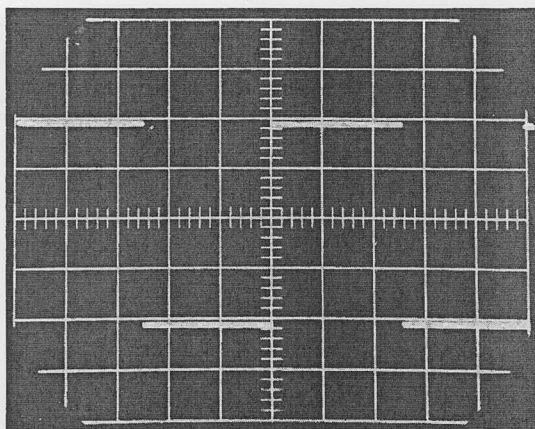

Fig. 14. Rechthoekweergave via de meetkop bij 2 kHz
- Controleer of de rechthoekweergave in de standen „50 mV/div.” en „100 mV/div.” minstens even goed is als in fig. 14.
- Zet „V/div.” A (B) in de stand „20 mV/div.” en „x1-x10” A (B) achtereenvolgens in de standen „x1” en „x10”.